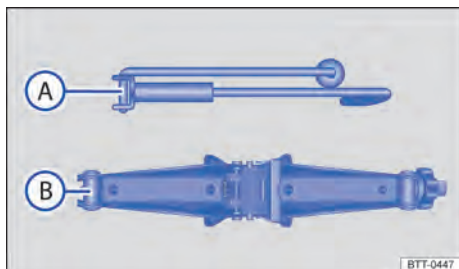

Fig. 295 Componentes do macaco sanfona.
- Soltar os parafusos de roda da roda a ser trocada → Página 441. Enganchar a manivela manual → Fig. 295 (A) no macaco sanfona (B).